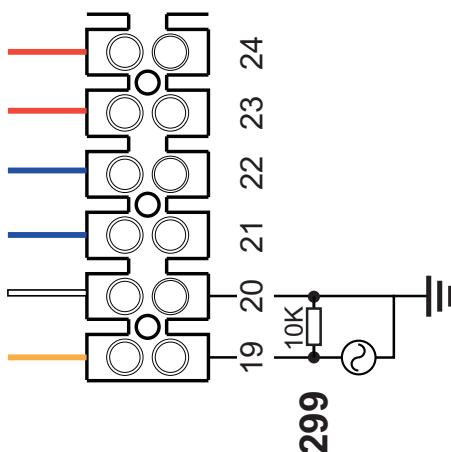

рис. 94-
**ВНИМАНИЕ:** В случае нестабильности считывания сигнала 0-10 В электронным блоком управления рекомендуется подключить ссылку сигнала к земле и вставить параллельно резистор 10 кОм, как указано на рис. 94.